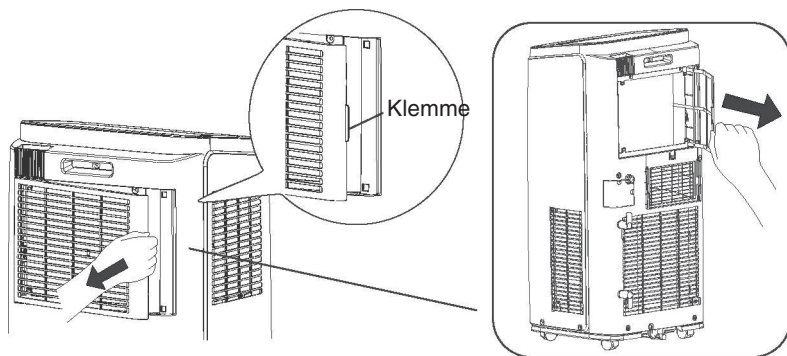

Bild 27: Filterentnahme
- Klemme drücken, Filter aufklappen (siehe Bild 27).